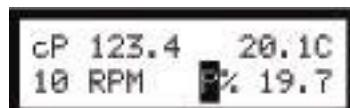

Figure II.18
2. Si la touche PRINT est pressée et maintenue pendant au moins 3 secondes, le DV2+Pro imprime alors en continu avec un intervalle de temps choisi à partir du menu d'Options (Voir section III.4). L'affichage indique un symbole P clignotant en face de %. Voir figure II.18.